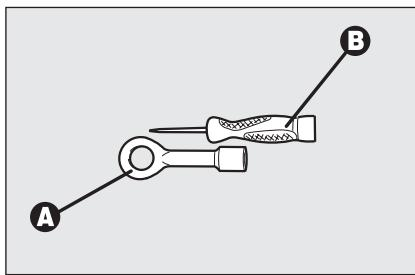
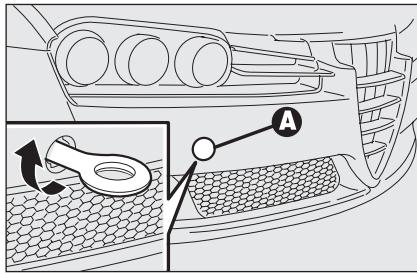

fig. 64
fig. 65
- saque la argolla de remolque **A-fig. 64** de la caja del Fix&Go automático.
- quite el tapón **A**-fig. 65 montado a presión en el parachoques delantero. Para realizar esta operación, en caso de que utilice el destornillador de punta plana en dotación **B**-fig. 64 , es necesario cubrir la punta con un paño suave para no dañar el coche.